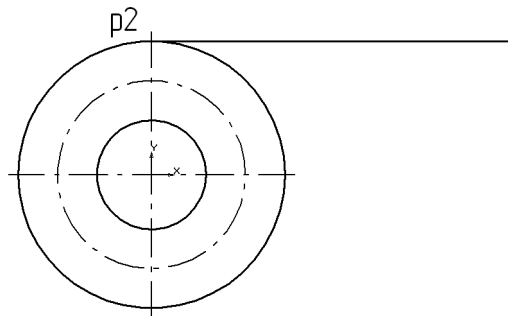

Рис. 51.8.
6.4. Нажмите кнопку **Отрезок**, поместите курсор мышь в точку p2 (рис. 51.8) и после срабатывания привязки щелчком левой кнопки мыши зафиксируйте точку начала отрезка.